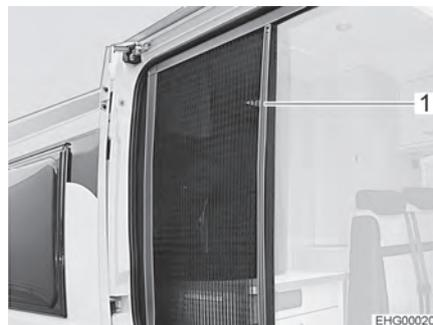

Bild 16 Insektenschutz
- Schließen:** ■ Insektenschutz an der Leiste (Bild 16,1) ganz herausziehen.
- Öffnen:** ■ Insektenschutz an der Leiste (Bild 16,1) in Ausgangsstellung zurückschieben.